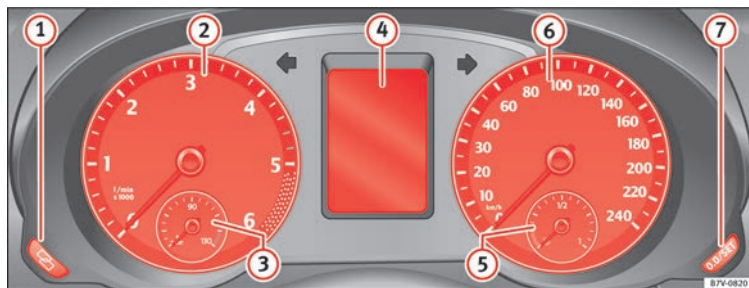

Fig. 118 Combiné d'instruments à l'avant.
Explications concernant les cadrans » fig. 118 :
① Bouton de réglage de la montre¹⁾.
- Pour continuer le réglage, appuyez sur la touche  » fig. 118 ⑦. Pour que les nombres défilent rapidement, maintenez la touche appuyée.
② Compte-tours (du moteur en marche, en milliers de tours par minute).
Le compte-tours vous offre, en plus de l'indication des vitesses, la possibilité d'utiliser le moteur de votre véhicule à un régime-moteur approprié. Le début de la zone rouge » fig. 118 du compte-tours représente le régime maximal autorisé du moteur à sa température normale de
L'écran du tableau de bord » **fig. 118** ④ affiche diverses informations en fonction de l'équipement du véhicule :
L'indicateur de maintenance s'affiche sur l'écran du tableau de bord » fig. 118 ④.